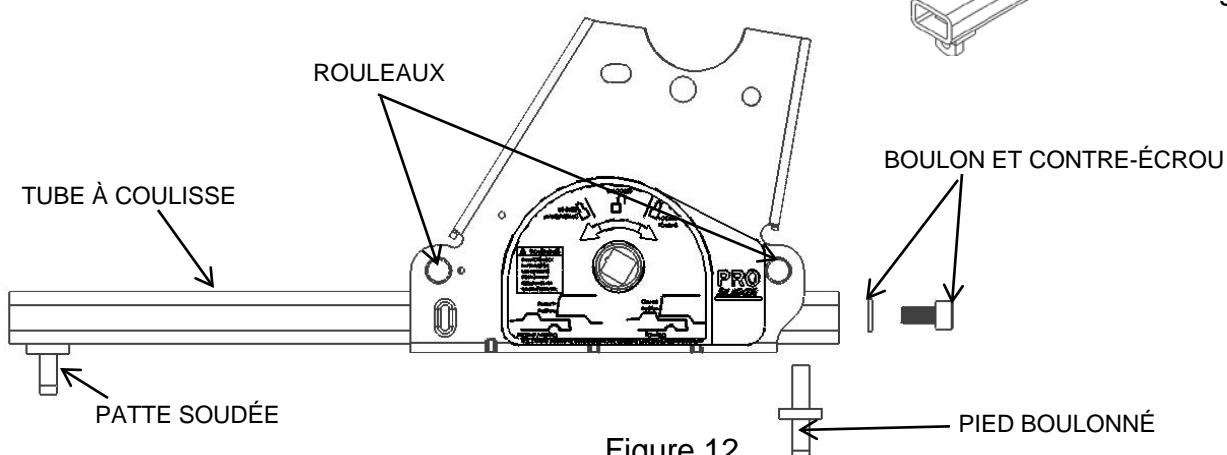

Figure 12
- Retournez dans la camionnette. Relâchez le frein à main. Engagez manuellement le frein de la caravane et avancez la camionnette jusqu'à ce que le Pro Slider s'arrête au boulon du pied (figure 12) et que le verrou s'engage dans la position de manœuvre (voir figure 15).
6. Retournez dans la camionnette. Relâchez le frein à main. Engagez manuellement le frein de la caravane et reculez la camionnette jusqu'à ce que le Pro Slider s'arrête au pied boulonné (figure 12) et que le verrou s'engage dans la position de remorquage (voir figure 17).